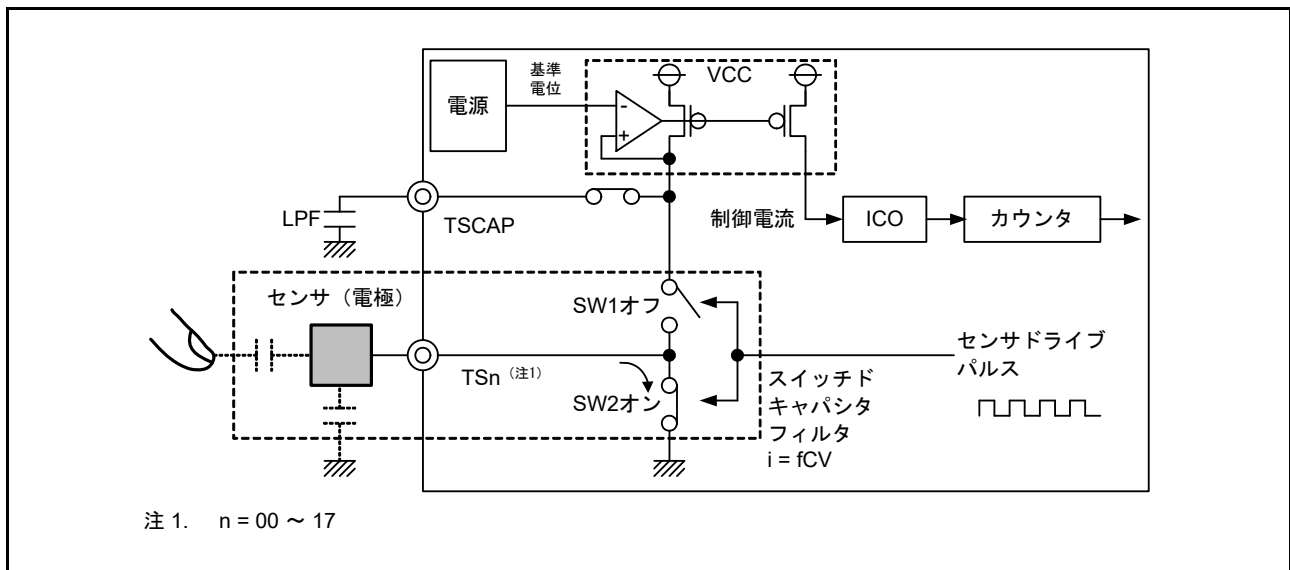

図 51.6 放電動作
2. SW1 : OFF、SW2 : ON にすることで、充電された容量は放電されます。図 51.6 を参照してください。